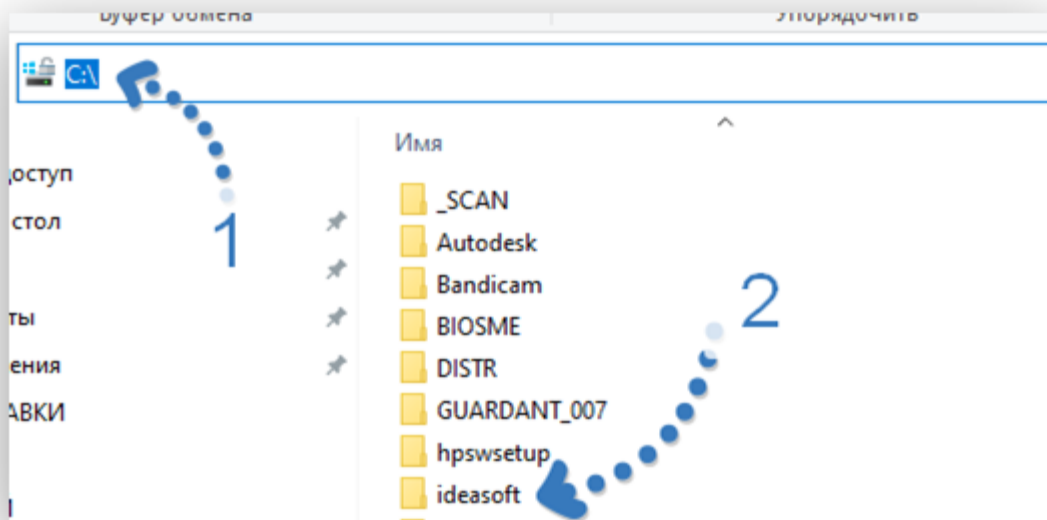

Рис.3.1. Пример проводника (обозревателя файлов и папок) Windows
3.1. Распакуйте его на ваш диск C:\ (см. рис. 3.1.)